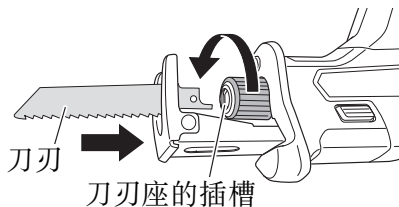

图 8
- (1) 按照箭头所示方向扭转刀刃座，将刀刃完全插入刀刃座的小插槽中。(图 8)